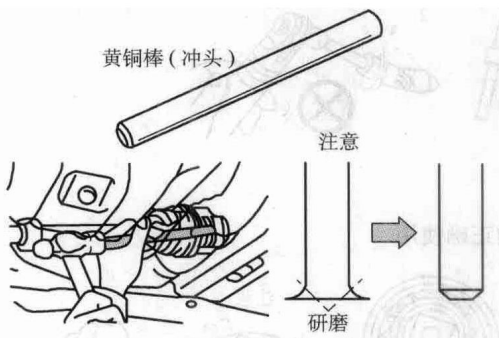

图 0-20 黄铜棒的使用
10) 不要用金属锤子直接敲击零件，应用黄铜棒作为支撑工具。如果黄铜棒头部变形，可用磨床研磨(图 0-20)。